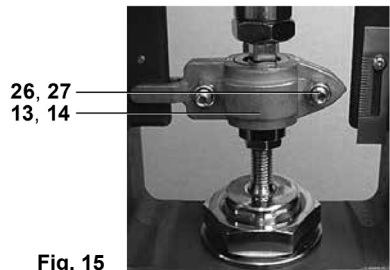

Fig. 15
- Applicare la pressione necessaria per portare la valvola alla completa apertura (Fig. 15).
- Spegnerne l'alimentazione dell'aria consentendo all'attuatore di ritrarsi completamente (Fig. 15).